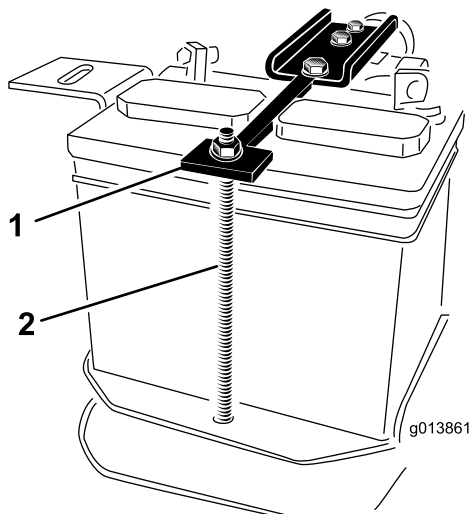

図 4
17. バッテリー押さえ用ストラップを固定しているナット2個を外し、ナット、ワッシャ、ボルトチューブを脇によける 図 4。